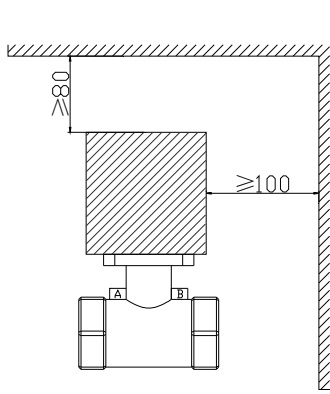

图 1
- 必须预留给执行器足够的拆装空间, 如图 1, 执行器距离顶端不小于 80mm, 距离左右两侧不小于 100mm。